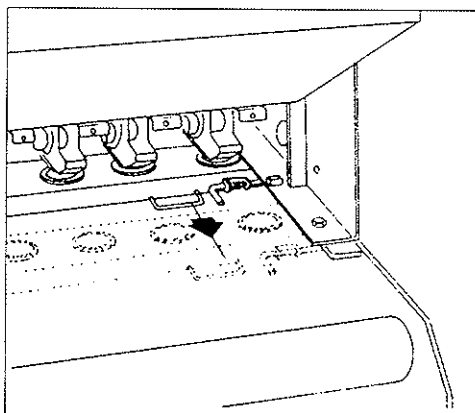

Fig. 1
**PRIMERO:** Deslizar la barra portaboquillas hacia delante, soltando los gatillos que la mantienen en su posición de trabajo, hasta la posición para colocar la bandeja (fig. 1).